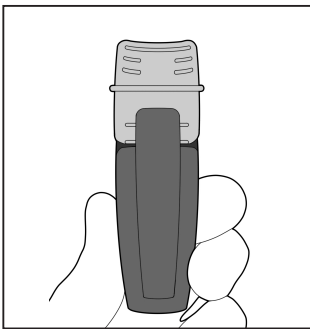

Fig. 11
1. Se till att IntegraBite är korrekt ihopmonterad med applikatorn och att bitplattan är inriktad vertikalt (Fig. 11).